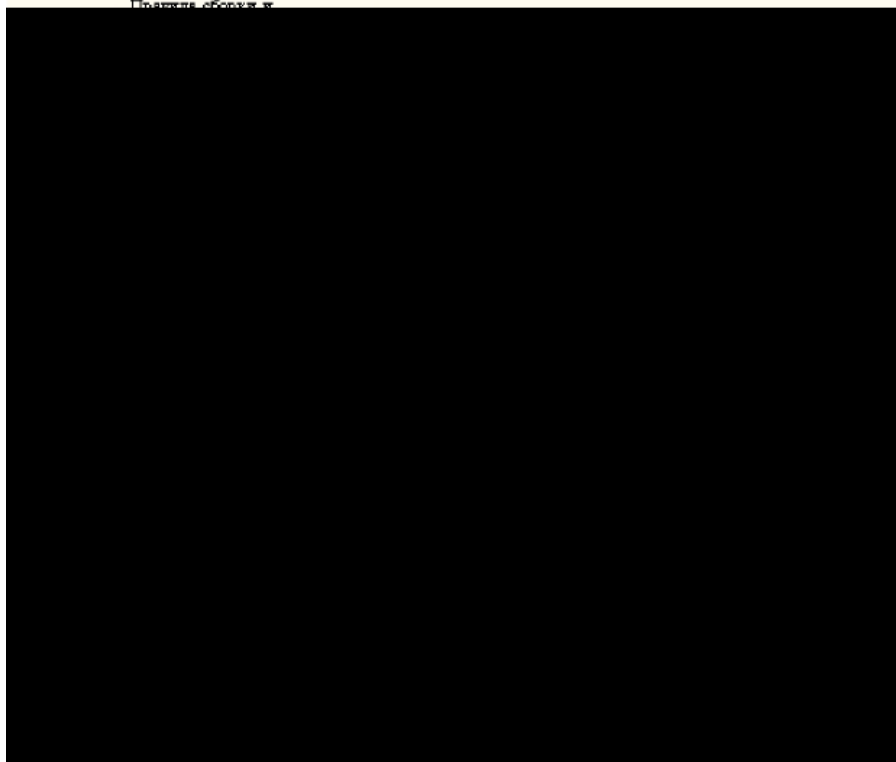

Рис. 6.8. Граничная стрелка выхода от работ «Сборка настольных компьютеров», «Тестирование компьютеров» и «Сборка ноутбуков»
4. Создайте в модели «Сборка и тестирование компьютеров» новую стрелку «Неисправные компоненты». На диаграмме A-0 – это будет граничная стрелка выхода, на диаграмме A0 – граничная стрелка выхода от работ «Сборка настольных компьютеров», «Тестирование компьютеров» и «Сборка ноутбуков» (рис. 6.8).